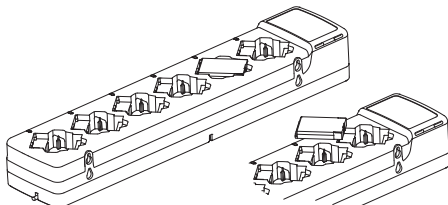

Figure 2: carregar uma bateria isoladamente
4. Para carregar uma bateria isoladamente, insira a bateria no compartimento do carregador (Veja Figure 2):